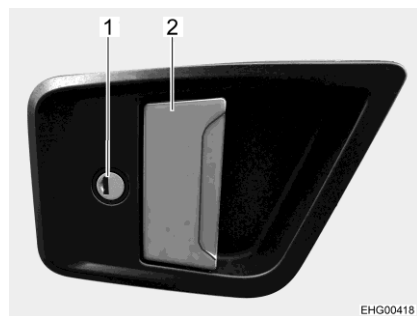
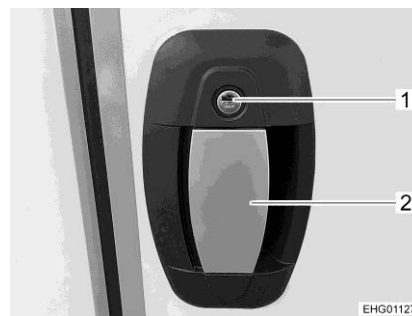

Bild 54 Dörrlås (ingångsdörr utsida)
Bild 55 Dörrlås, variant (ingångsdörr utsida)
- Öppna: ■ Stick in nyckeln i låscylindern ((Bild 54,1 eller Bild 55,1) och vrid den ända tills dörrlåset har låsts upp.
- Drag i dörrhandtaget (Bild 54,2 eller Bild 55,2). Dörren är öppen.
- Låsa: ■ Stick in nyckeln i låscylindern (Bild 54,1 eller Bild 55,1) och vrid den ända tills dörrlåset har låsts.